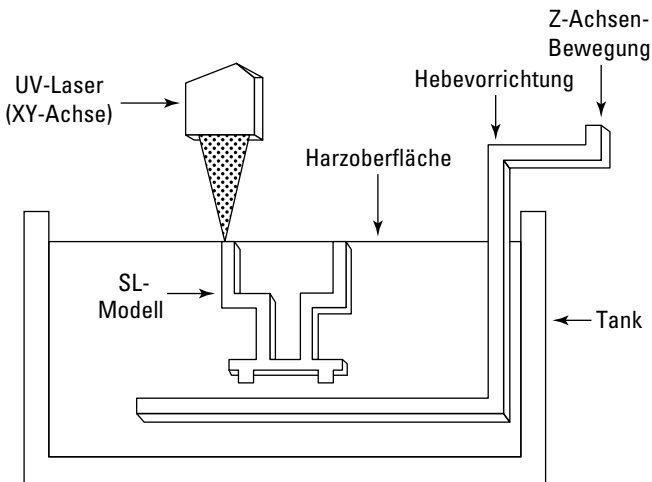

Abbildung 4-1: Das SL-Verfahren.
Bei der *Stereolithographie* (SL) wird ein computergesteuerter ultravioletter Laser verwendet, um Teile in einem Bad aus Photopolymerharz zu erhärten. Nachdem jede Schicht von dem Laser gezeichnet wurde, wird das Teil in das Bad aus flüssigem Harz abgesenkt, sodass die nächste flüssige Schicht erhärtet werden kann. Die Qualität des fertigen Teils hängt größtenteils von der Qualität der für das SL-Verfahren verwendeten Ausrüstung ab, wie in Abbildung 4-1 gezeigt wird.